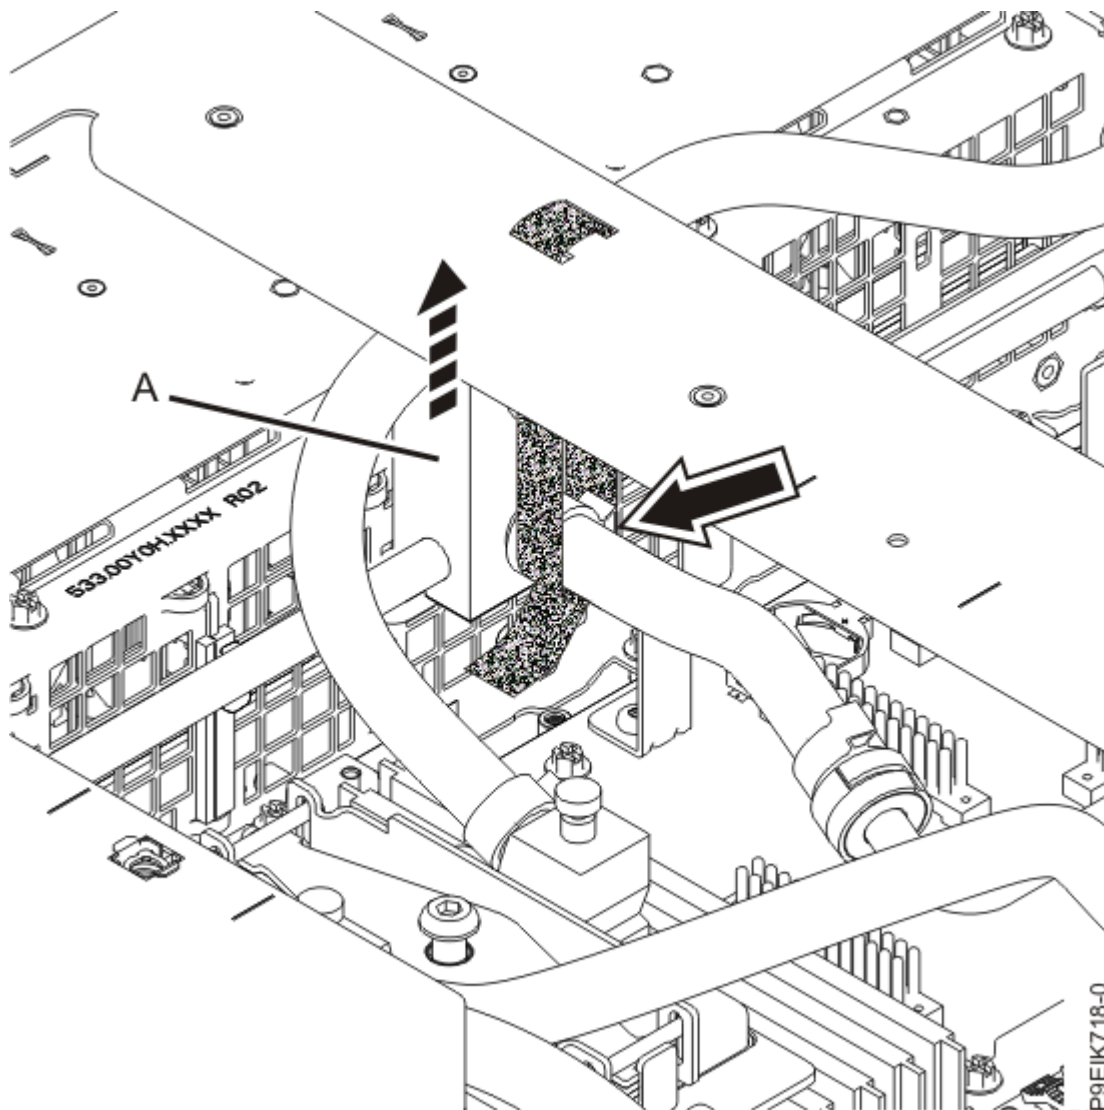

Figure 20. Fixation de la conduite avant
17. A l'avant du système, relevez le raccord de conduites avant **(A)**. Attachez le raccord de conduites avant au support d'installation des plaques froides comme illustré dans la Figure 20, à la page 24.